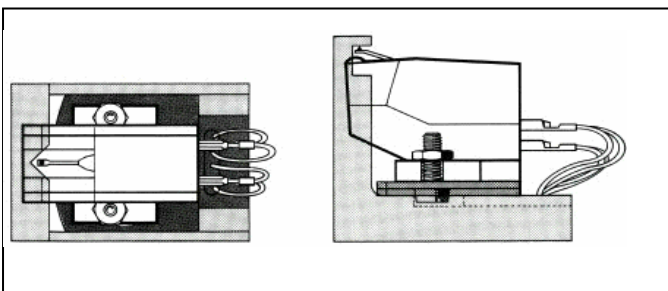

Fig. 9
Schieben Sie den Systemträger in die beiliegende Montagelehre. Die Montage ist korrekt, wenn die Abtastnadel, von oben betrachtet, in der V-förmigen Aussparung der Systemeinbaulehre steht. Von der Seite betrachtet, muss die Nadel im Bereich der rechteckigen Aussparung stehen (Fig. 9). Stecken Sie den Systemträger wieder auf das Tonarmrohr und schrauben die Mutter (9) fest.